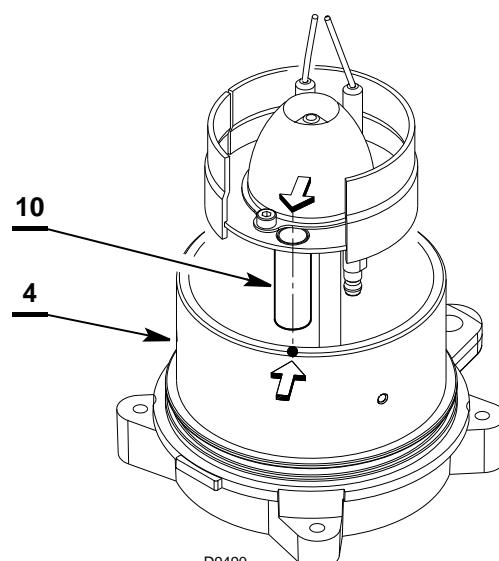

Abb. 26
- Den Flammkopf 7) wieder einsetzen und mit der Schraube 8) am Ausgang des Düsenstocks 9) befestigen, nachdem Sie sich vergewissert haben, dass das Sichtfenster 10) am Flammkopf 7) so ausgerichtet ist, dass seine Achse mit dem Bezugspunkt am Stellring 4) übereinstimmt (Abb. 26).